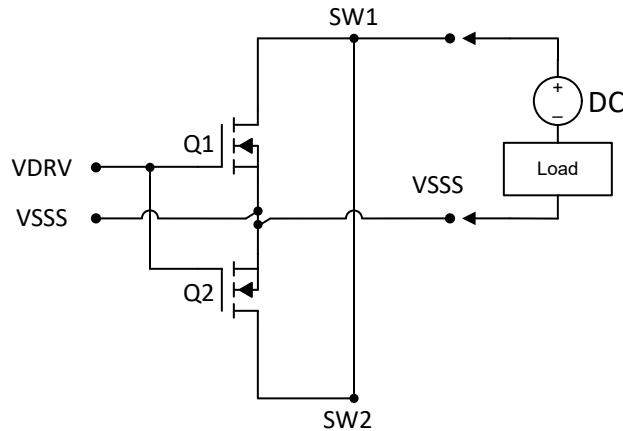

图 4-2. 直流负载
- b. 图 4-2 显示了使用两个并联公共源 MOSFET 的应用。此操作允许用户实现更低的 $R_{DS(on)}$ 。由于一个 MOSFET 在关闭时不能阻断反向电流，因此此配置的建议负载为直流负载。